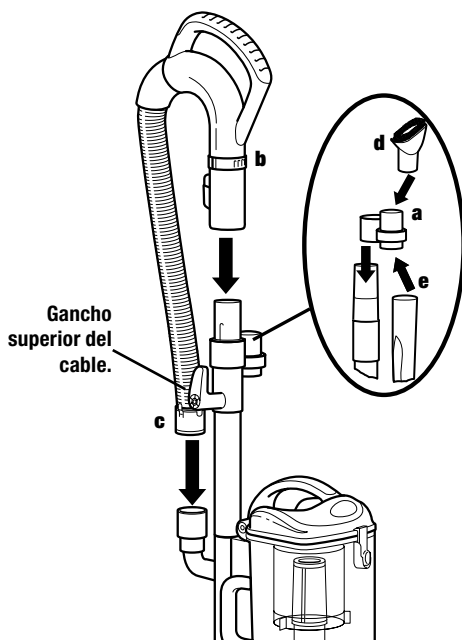

Fig. 10
- 4 Deslice el soporte de los accesorios (a) del lado opuesto al gancho superior del cable, sobre el tubo de extensión. Alinee la pestaña con la ranura y empuje hacia abajo. **(Fig. 10)**
- 5 Empuje el mango (b) sobre la parte de arriba del tubo de extensión hasta que se trabe en su lugar. **(Fig. 10)**
- 6 Inserte el extremo de la manguera extensible (c) en el conector de la parte de atrás del recipiente *Lift-Away*®. **(Fig. 10)**
- 7 Guarde el cepillo limpiador (d) y el accesorio esquinero (e) en el soporte para accesorios. **(Fig. 10)**
- 5 Debido a la gran potencia de succión de esta aspiradora, en algunos casos podría ser necesario ajustar el control de succión (c) del mango. (Fig. 10) Si la aspiradora se vuelve difícil de mover o si levanta los tapetes, ajuste el control de succión girando el cuello 90° en sentido contrario a las agujas del reloj para abrir la válvula. Gire el cuello en sentido horario para cerrar la válvula cuando necesite alta succión y para aspirar pisos lisos.